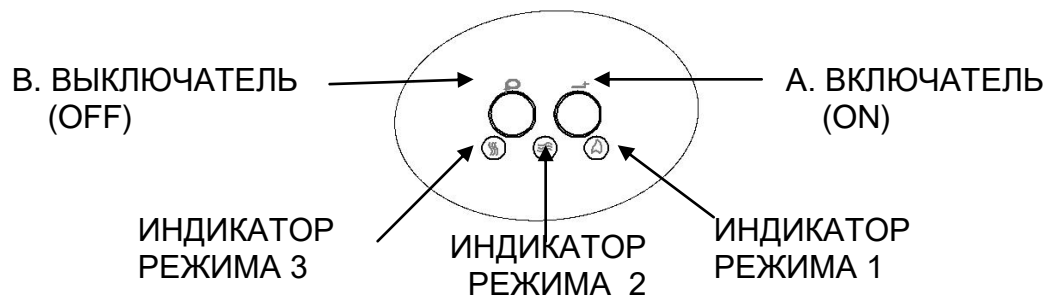

РИС. 4
4. Нажмите на **3 секунды** кнопку **ON** (“Вкл.”), расположенную на панели управления камина (Рис. 4). Все три индикатора должны начать мигать.
Электрокамином можно также управлять при помощи переключателей, расположенных на самом электрокамине (Рис. 4).